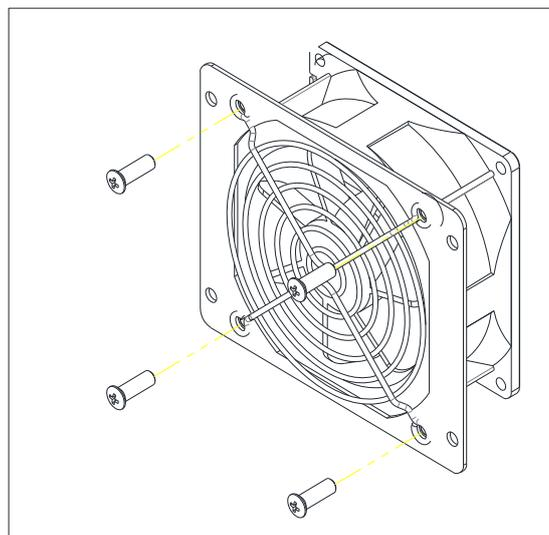

Figura 7-3 Substitua a Ventoinha
3. Use uma chave Phillips No.2 Phillips para remover os 4 parafusos fixando cada ventoinha. (Figura 7-3).